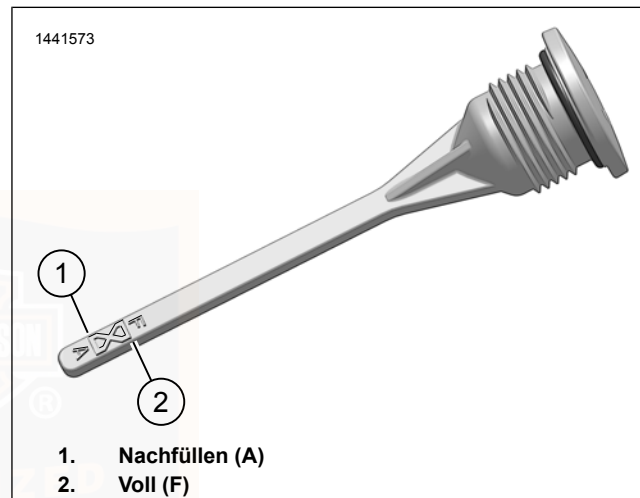

Abbildung 57. Getriebeschmiermittelstand
5. Siehe Abbildung 57. Einfüllverschlussstopfen/Ölmessstab entfernen. Den Schmiermittelstand auf dem Ölmessstab prüfen. Der richtige Ölstand liegt zwischen den Markierungen Add (A) (1) und Full (F) (2).
6. Den Schmiermittelstand prüfen. Ausreichend Schmiermittel zugeben, bis der Füllstand zwischen den Markierungen A (Hinzufügen) und F (Voll) liegt. Siehe Abbildung 57.